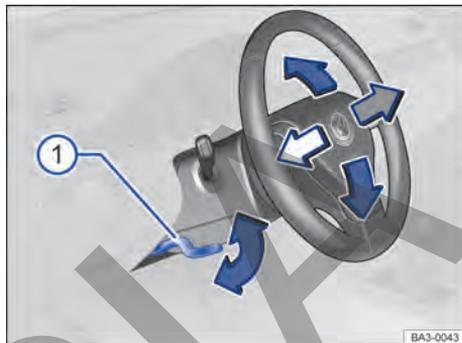

Fig. 61 Debajo y a la izquierda del volante junto con el revestimiento de la columna de dirección: palanca de ajuste de la posición del volante.
- Empujar la palanca hacia abajo sosteniéndola por su empuñadura → fig. 61 .